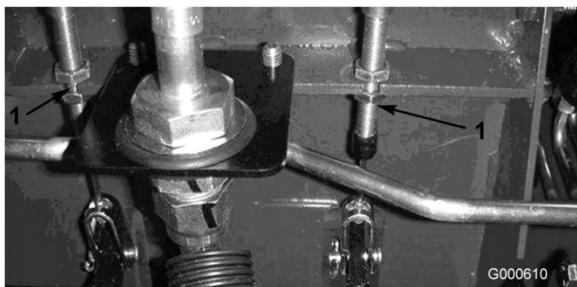

Figura 54
- A. Allentate il dado anteriore sull'estremità flettata del cavo del freno (Figura 54).